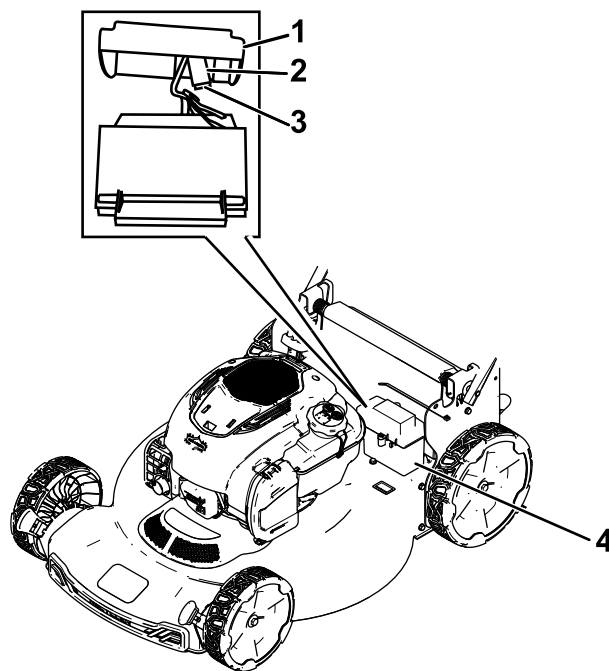

Figura 26
4. Instale la cubierta sobre el compartimento de la batería (Figura 26).
1. Retire la cubierta del compartimento de la batería (Figura 26).
2. Saque la batería y ubique el fusible (Figura 26).
3. Cambie el fusible del portafusibles (Figura 26).